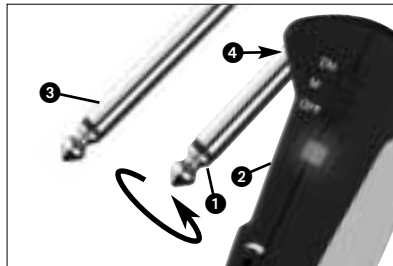

Abb. 5: Adapterstecker anbringen.
4.3 Instrumente mit versenkter Ausgangsbuchse (siehe Abb. 5)